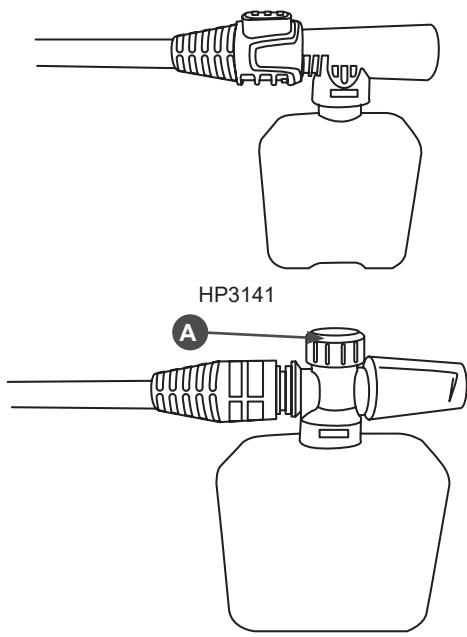

Рис. 11 Принадлежности для моющих средств
2. Для HP3141 отсоедините головку от струйной трубы и подсоедините емкость (Рис. 11). Для HP3180 отсоедините струйную трубку от пистолета и подсоедините пеногенератор (Рис. 11).
3. Нажмите на рычаг пистолета и обрызгайте поверхность моющим средством/пеной. При необходимости отрегулируйте подачу пены (для HP3180) регулятором А (Рис. 11).